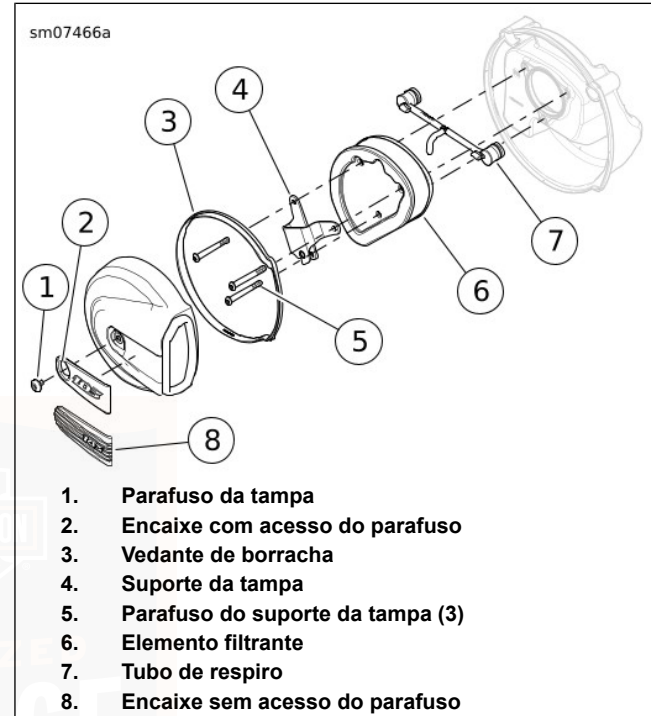

Figura 72. Conjunto do filtro de ar
1. **Modelos sem acesso ao parafuso:** Ver Figura 72. Puxar o bordo dianteiro do encaixe (8) para o retirar.
1. Ver Figura 72. Colocar o tubo de respiro (7) nos parafusos do respiro.
4. Montar o suporte da tampa. Apertar os parafusos (5) com um binário de 12,2–14,9 N·m (108–132 **in-lbs**).
5. Verificar se o vedante de borracha (3) não está danificado e está corretamente assente em volta do perímetro da tampa do filtro de ar.
- Colocar a tampa do filtro de ar encostada à chapa de suporte. Aplicar VEDANTE E FIXADOR DE ROSCAS DE FORÇA MÉDIA LOCTITE 243 (azul) nas roscas do parafuso (1). Instalar o parafuso. Apertar com um binário de 4,1–6,8 N·m (36–60 in-lbs).
- Modelos sem acesso ao parafuso:** Fixar o encaixe (8).